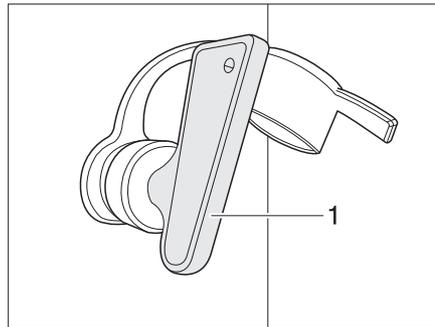
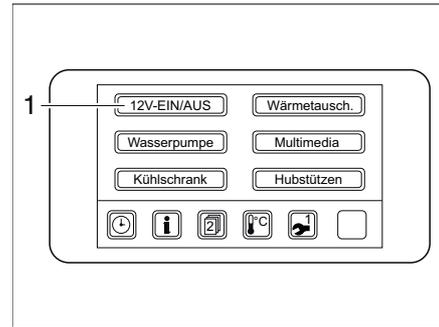

Bild 93 Batterietrennschalter
Bild 94 Menü Verbraucher
- ▷ Um **alle** elektrischen 12-V-Verbraucher von der Spannungsversorgung zu trennen, die Wohnraumbatterie über den Batterietrennschalter (Bild 93,1) vom 12-V-Bordnetz trennen.
Die 12-V-Versorgung kann am Panel (Bild 94,1) oder durch den Batterietrennschalter (Bild 93,1) unterbrochen und wieder hergestellt werden. Je nach Modelausführung bleiben Heizung, Grundlicht und Eintrittstufe weiterhin betriebsbereit. Der Kühlschrank wird nur dann mit 12 V betrieben, wenn der Fahrzeugmotor läuft. Damit wird eine schnelle Entladung der Wohnraumbatterie vermieden.
- Ist der Batterietrennschalter ausgeschaltet, Batterietrennschalter (Bild 93,1) umlegen.
- Schaltfläche 12 V-EIN/AUS (Bild 94,1) berühren. Die Schaltfläche leuchtet grün, wenn die 12-V-Versorgung eingeschaltet ist.
- Schaltfläche 12 V-EIN/AUS (Bild 94,1) berühren. Die Schaltfläche leuchtet blau, wenn die 12-V-Versorgung ausgeschaltet ist.
- Batterietrennschalter (Bild 93,1) umlegen (nur wenn das Fahrzeug längere Zeit nicht genutzt wird).
- ▷ Verbraucher wie Sicherheits-/Ablassventil, Ladegerät, Solar-Laderegler, Panel oder Ähnliches entnehmen ca. 20 mA bis 65 mA Strom von der Batteriekapazität, auch wenn der 12-V-Hauptschalter ausgeschaltet ist. Deshalb die Wohnraumbatterie über das Panel (Bild 94,1) vom 12-V-Bordnetz trennen, wenn das Fahrzeug längere Zeit nicht benutzt wird. Zusätzlich den Batterietrennschalter (Bild 93,1) ausschalten.